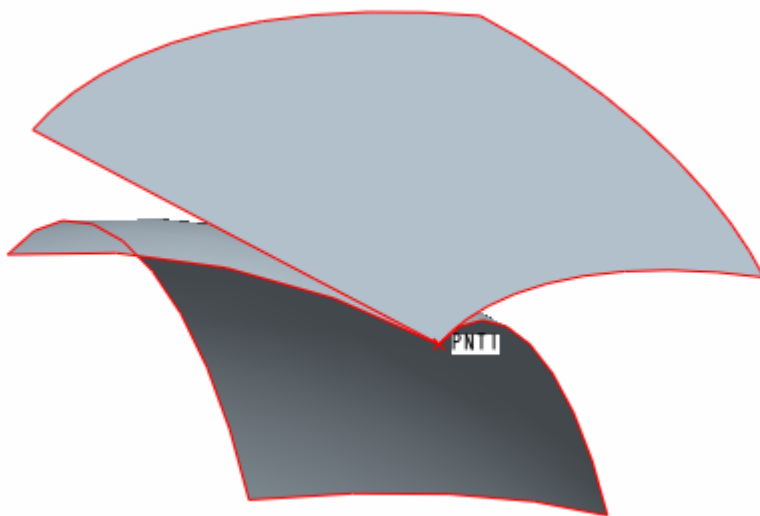

图 36-12
(4) 单击【确定】按钮，完成展平面的建立，如图 36-12 所示。